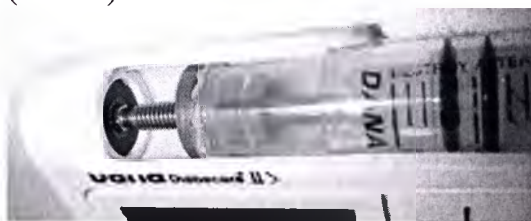

Рис.12.
10. Установленный в помпу резервуар (вид помпы в разрезе) выглядит следующим образом (Рис.12).